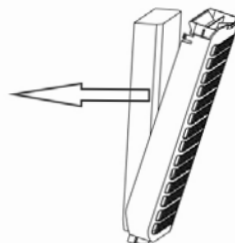

Figura 5
2. Estrarre la cortina d'acqua, come indicato, nella direzione della freccia. Figura 5.